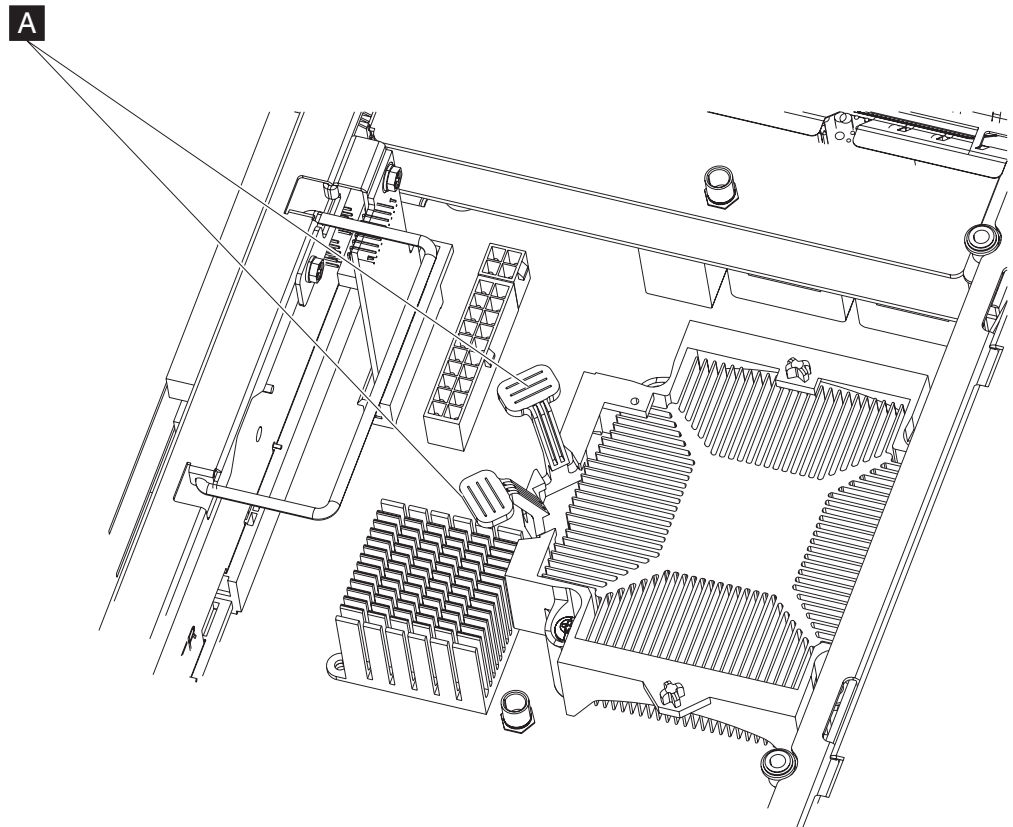

图 28. 处理器风扇和控制杆
3. 将处理器散热器上的控制杆（图 28 中的 **A**）向下按以便松开连接。